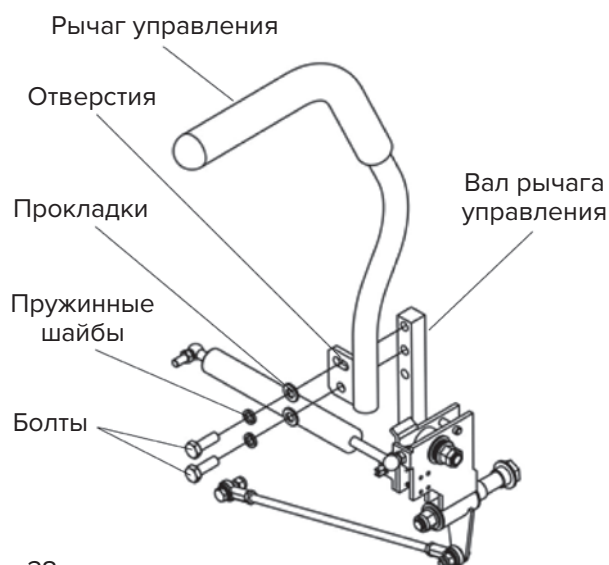

Рис. 38
1. Снимите два болта, крепящих рычаг управления к валу (рис. 38).
2. Ослабьте нижний болт настолько, чтобы наклонить рычаг от или на себя (рис. 38). Затяните оба болта, чтобы зафиксировать рычаг в новом положении.